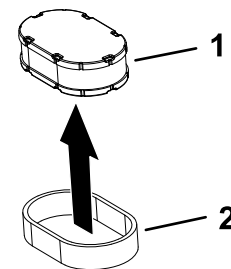

Figura 32
5. Separe los elementos de gomaespuma y papel (Figura 32).